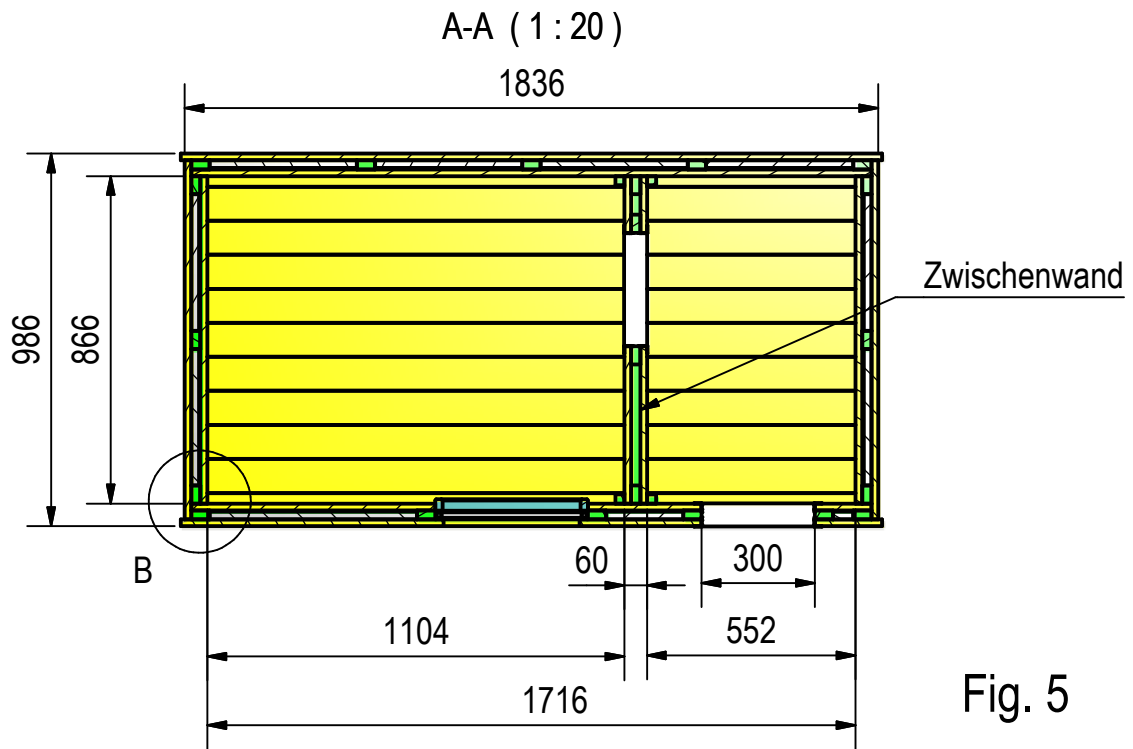
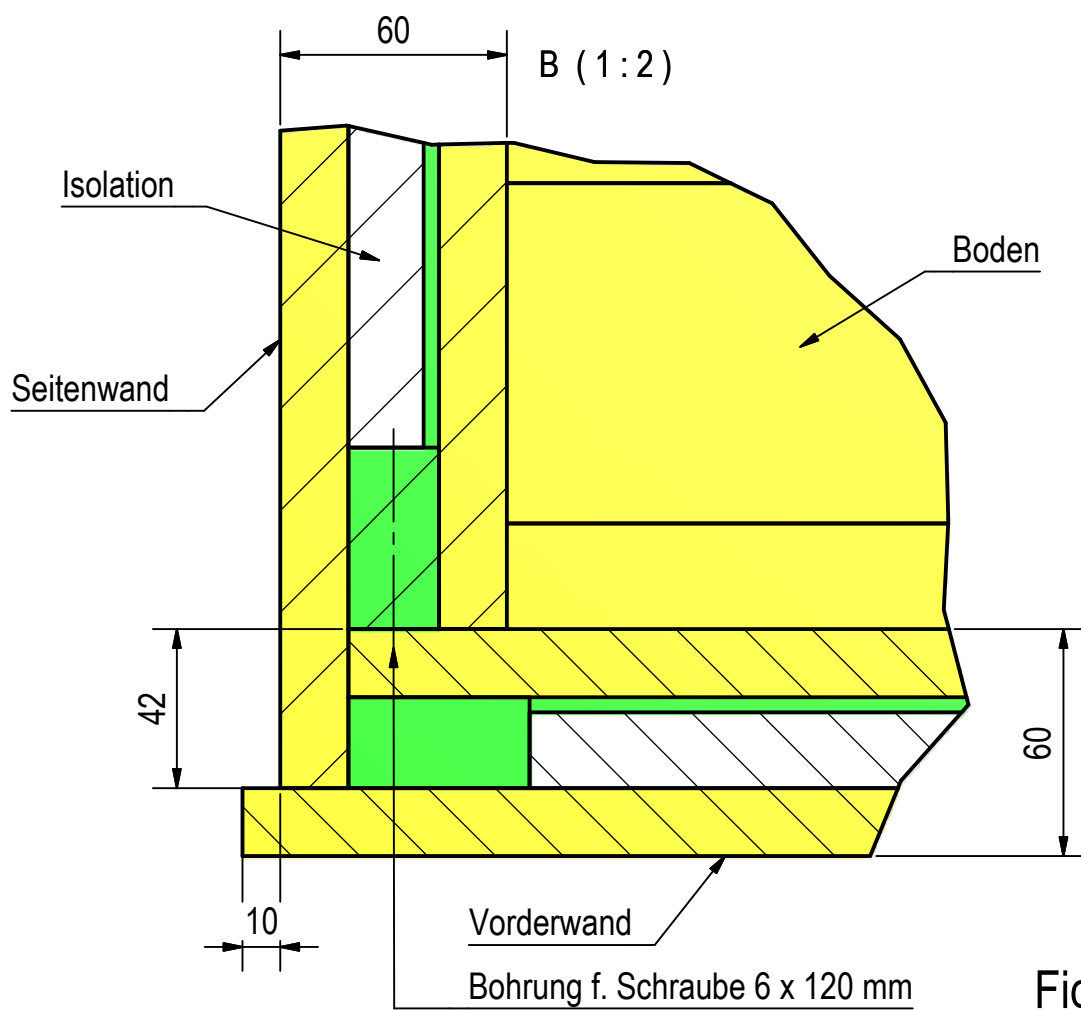

Fig. 5
Fig. 6
Die Draufsicht nach **Fig. 5** und das Detail in **Fig. 6** zeigen die Eckausführungen. Die außen liegenden Fasettbretter der Vorderwand und der Rückwand stehen geringfügig (10 mm) über die Seitenwände über. Die außen liegenden Fasettbretter der Seitenwände überdecken etwa zwei Drittel (42 mm) der Wandstärke der Vorder- bzw. Rückwand. Zwischen Vorder- und Rückwand und den Seitenwänden besteht - ähnlich wie bei einer Haustür oder einem Fenster- ein Doppelfalz, wodurch sich ein winddichter Wandaufbau ergibt.
Bevor die Seitenwände gefertigt werden, können die Rückwand und die Vorderwand probeweise auf dem Boden aufgesetzt werden. Aus Bleistiftmarkierungen der Unterkanten der Vorder- und Rückwand auf dem Boden ergibt sich durch Messen die Breite der Räume bzw. die Länge der innenliegenden Fasettbretter der Seitenwände. Diese gemessene Breite sollte mit der errechneten Breite (Fig. 5: 866 mm) übereinstimmen.
Wie bei der Rückwand werden zunächst die außen liegenden Fasettbretter abgelängt. Die Länge ergibt sich aus dem Abstand (950 mm) zwischen den äußeren Fasettbrettern der Vorder- und Rückwand. Die Höhe (934 mm) der Außenseite der Rückwand ergibt sich - wie bei der Vorder- und Rückwand aus der Innenraumhöhe (860 mm) zuzüglich der Überdeckung (74 mm) des Bodens. Die außen liegenden Fasettbretter werden auf 3 Querlatten geschraubt. Die Länge (860 mm) einer Querlatte entspricht der Innenraumhöhe. Die außen liegenden Querlatten begrenzen die Breite (Fig. 5: 866 mm) der Innenräume. In die Lücken zwischen den Querlatten werden am oberen und am auf dem Boden aufsitzenden Rand der Seitenwände Längslattenstücke geschraubt. In die sich ergebenden Fächer werden Styroporplatten eingelegt. Die Fächer werden mit einer weiteren Schicht Fasettbretter abgedeckt, welche eine Innenwand bilden. Diese Fasettbretter sind so lang wie die Breite (866 mm) der Innenräume.
- Fig. 5, 6: Hundehütte, Längsschnitt